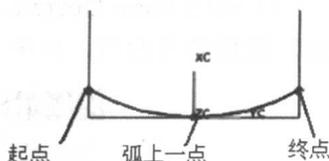

图 1-32 绘制圆弧
(2) 利用 **Basic Curves**→**Arc** 中的三点画弧法生成一段圆弧。其中起点坐标为 (5, -20, 0)，终点坐标为 (5, 20, 0)，弧上一点坐标为 (0, 0, 0)。结果如图 1-32 所示。